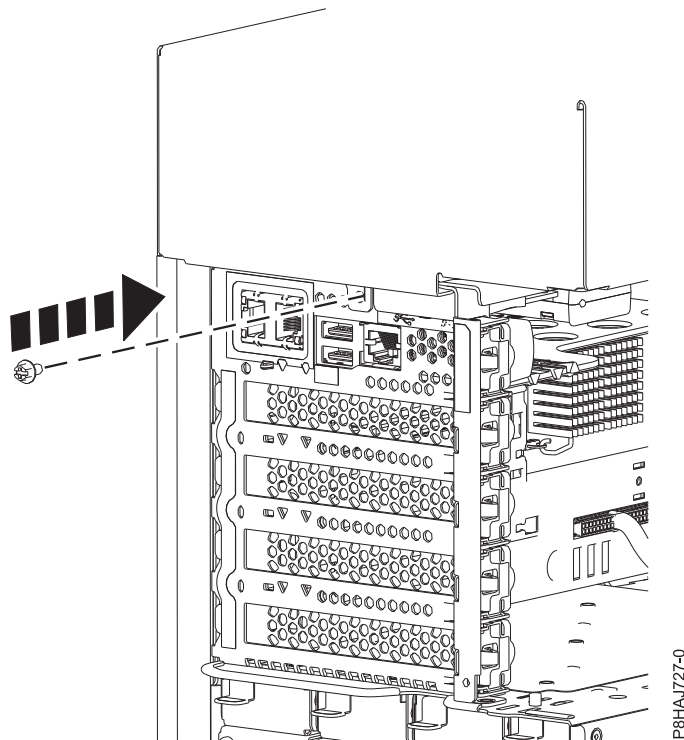

Figure 182. Installation de la vis capot latéral du 8286-41A
5. Installez la vis arrière du capot latéral à l'aide d'un tournevis cruciforme, comme illustré figure 182, à la page 215.